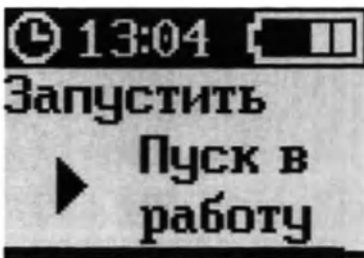

Рисунок 10 – Экран ожидания пуска в работу
2. Нажать кнопку «ОК» для подтверждения «ОСТАНОВ ПОМПЫ» (рисунок 10).